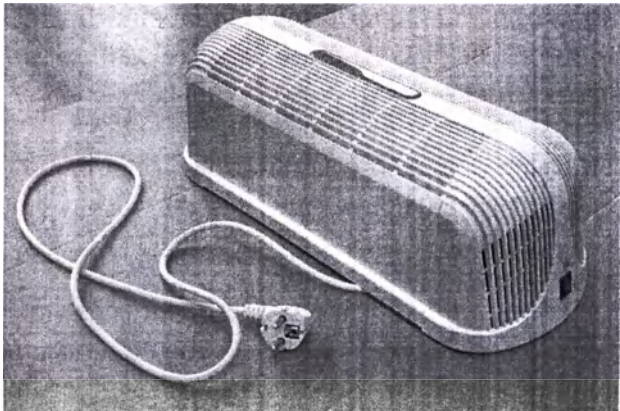

Рисунок 3.1 Внешний вид установок моделей А
3.1 Внешний вид установки представлен на рис. 3.1 – 3.3